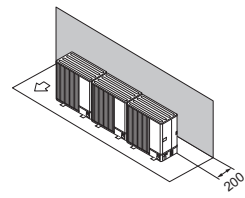

Fig. 2-12
- (1) Obstrução ou superfície fechada apenas na parte de trás (Fig. 2-12)
- Não instale guias de saída de ar apenas na parte de trás (Fig. 2-12)